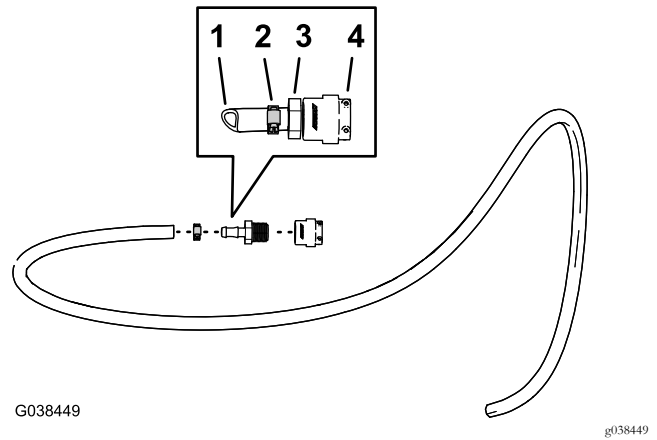

図 91
1. パーツ付きストレートフィッティング1/2インチのねじ山に 図 91 PTFE テープを巻く。
2. 図 91 に示すように、バープ付きストレートフィッティング (1/2 インチ) をクイックコネクフィッティングソケットに組み付ける。